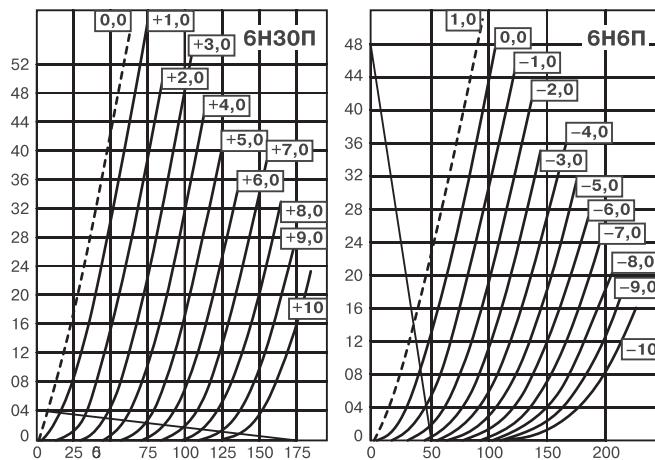

Рис. 8.16. Сравнительные ВАХ ламп 6Н6П и 6Н30П
**6Н30П — двойной триод.** Лампа, родственная 6Н6П, но отличающаяся вдвое меньшим внутренним сопротивлением и очень хорошей звуковой сигнатурой. Сравнительные ВАХ обеих ламп, снятые Николаем Онуфриевым (<http://www.klausmobile.narod.ru>), приведены на рис. 8.16.